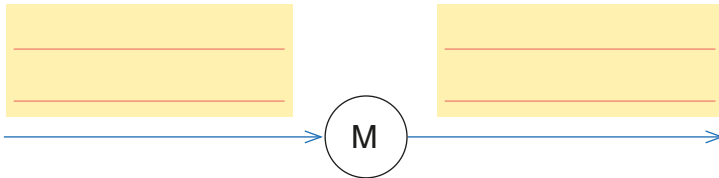

Bild 1: Elektrische Maschine (Beispiel)
2. Eine rotierende elektrische Maschine (**Bild 1**) kann als Motor oder Generator verwendet werden. Motoren und Generatoren haben deshalb den gleichen Aufbau. Die Arbeitsweise Motor- oder Generatorbetrieb wird nur durch die Richtung der Energieumwandlung festgelegt. Ergänzen Sie das folgende Blockschaltbild eines Motors mit den Angaben „mechanische Energie“ bzw. „elektrische Energie“.